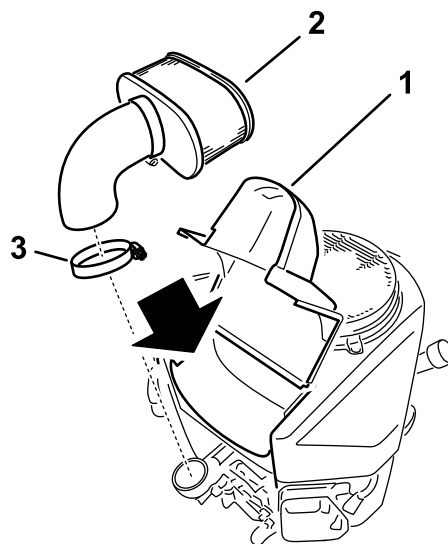

Figure 28
4. Desserrez le collier de flexible et retirez l'élément en papier (Figure 28).